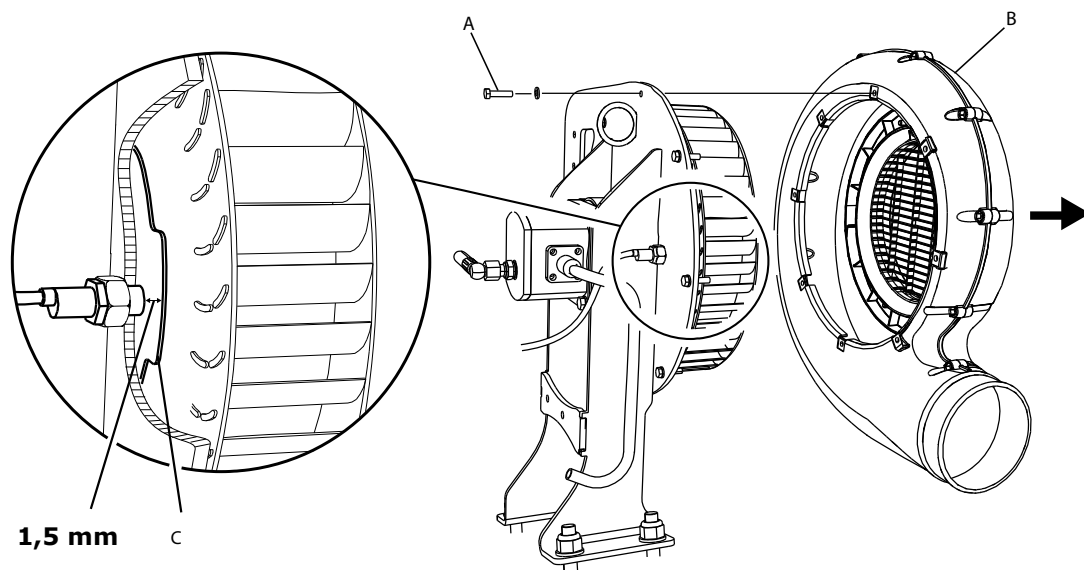

Figura 5.14
- 4.Girar el rodete del ventilador a mano para que la placa indicadora C se ponga en posición, como se muestra en la “Figura 5.14”